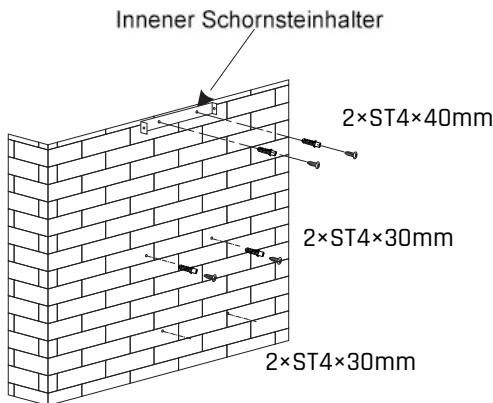

Bild 2
- Nachdem Sie die Installationshöhe der Dunstabzugshaube bestimmt haben, bohren Sie sechs  $\phi$  8-Löcher und setzen Dübel für die Haube, die Innenkaminhalterung und das Sicherheitsloch entsprechend der Größe der Haube ein. Dann zwei Befestigungsschrauben ST4×30mm zum Aufhängen des Geräts anbringen. Mit zwei Schrauben ST4×40mm wird die Innenkaminhalterung an der Wand befestigt. Die Befestigungsposition der Innenkaminhalterung ist die höchste Position des Schornsteins. Siehe Bild 2.